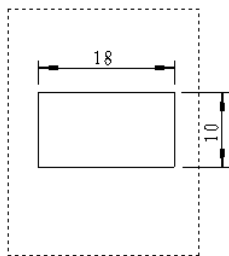

图 5.5.3 添加草图和尺寸约束
Step3. 添加草图和尺寸约束。选择下拉菜单 **工具(T)** → **草图绘制实体(K)** → **边矩形(R)** 命令，在空白视图内绘制图 5.5.3 所示的矩形，并添加尺寸约束。